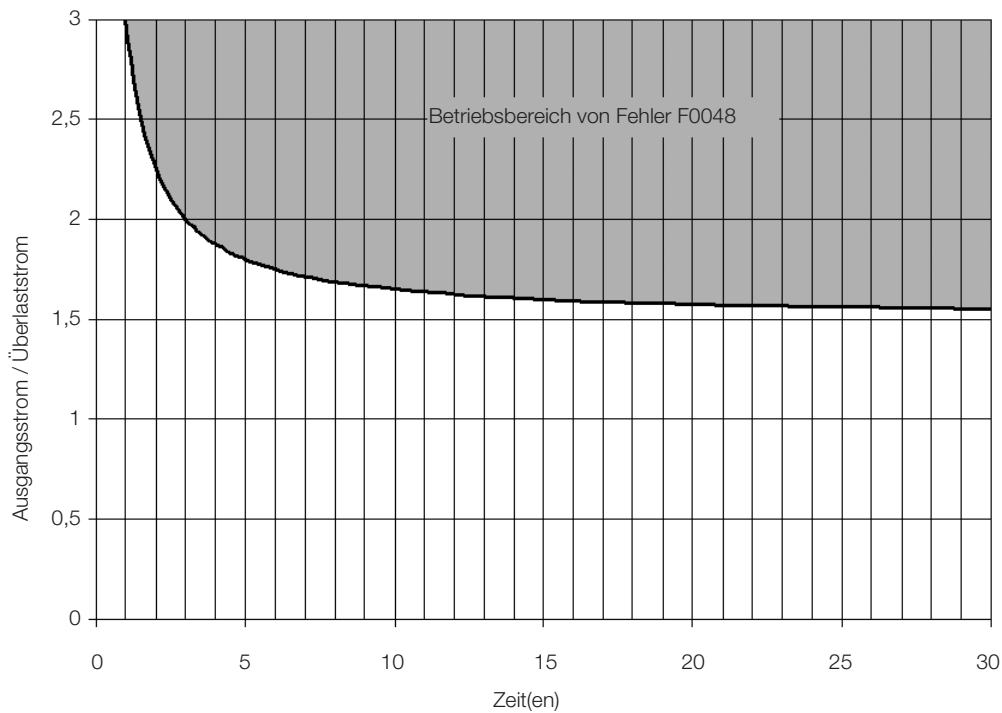

Abbildung 18.2: Betätigung der Überlast der IGBTs (Heavy Duty - HD)
Der Überlastschutz der CFW500 IGBT verwendet dasselbe Motorschutzformat. Das Design wurde jedoch so geändert, dass der Fehler F0048 bei 200 % der Überlast für schwere Beanspruchung (HD) (P0298 = 1) in Bezug auf den Nennstrom des Wechselrichters (P0295) in drei Sekunden auftritt, wie in Abbildung 18.2 auf Seite 18-4 dargestellt. Andererseits verfügt die IGBTÜberlastung (F0048) über keine Auslösung für Niveaus unter 150 % des Umrichter-Nennstroms (P0295).